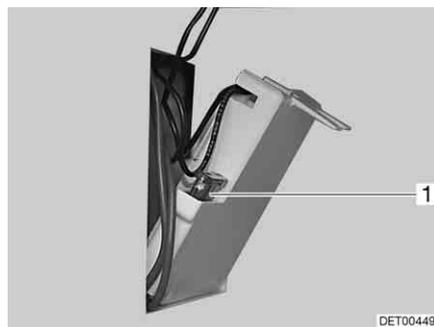

Fig. 124 Fusibile della toilette Thetford
- Sostituire il fusibile (Fig. 124,1).